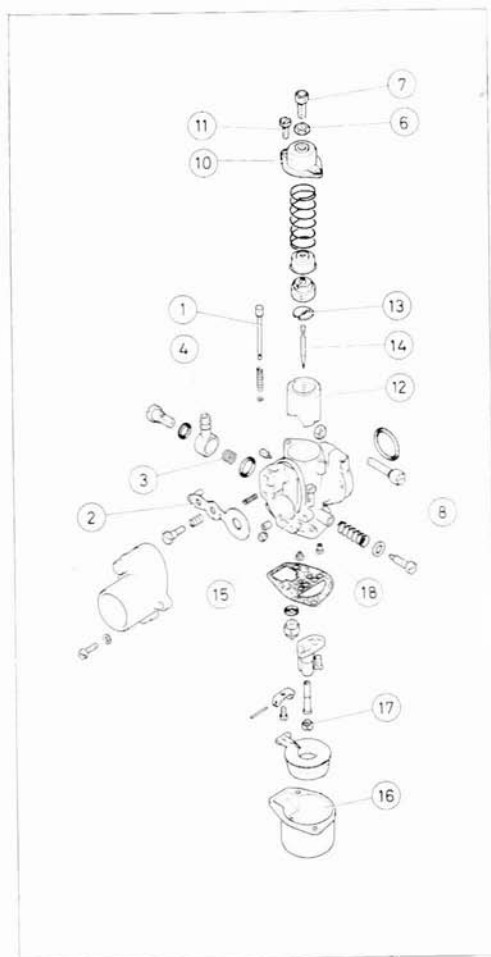

Fig. 12
Fig. 12 bis
2. Limpieza del filtro de entrada de gasolina. Por la parte derecha del carburador, desmontar el racord de entrada (4, figs. 12 y 12 bis) usando una llave de 13 mm. Extraer el filtro y limpiar con gasolina y aire. Volver a montar y fijar al carburador.
2. **Nettoyage du filtre d'entrée de l'essence.** Du côté droit du carburateur, démonter le raccord d'entrée d'essence (4, figs. 12 y 12 bis), en utilisant une clé de 13 mm. Extraire le filtre et le nettoyer à l'essence et à l'air. Le remonter et le fixer dans le carburateur.